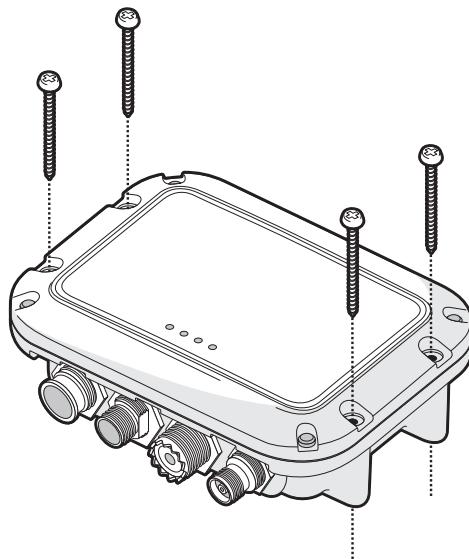

Abbildung 6 AIS-Transponder Montage
- Das Produkt ist mit vier selbstschneidenden Schrauben ausgestattet, um den AIS-Transponder mit der Zapfenhalterung auf einer geeigneten Oberfläche zu befestigen. Weitere Informationen hierzu finden Sie in Abbildung 6.